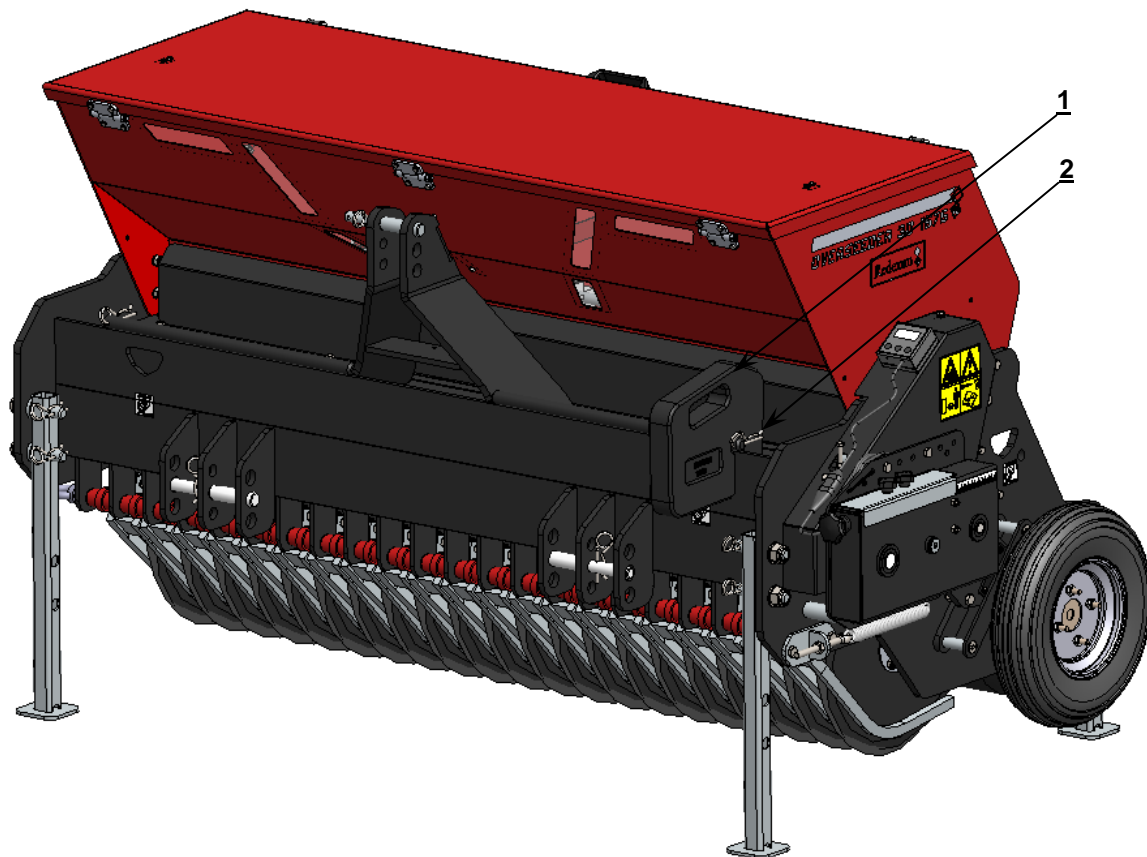

Figura 9
La Overseeder 3D ha una barra frontale standard a cui possono essere fissati i pesi (1) (cfr. **Figura 9**). A seconda delle necessità, può essere aggiunto un certo numero di pesi con incrementi di 20Kg/pezzo. In fondo a questa pagina è elencato il numero massimo di pesi che possono essere aggiunti per ogni macchina.